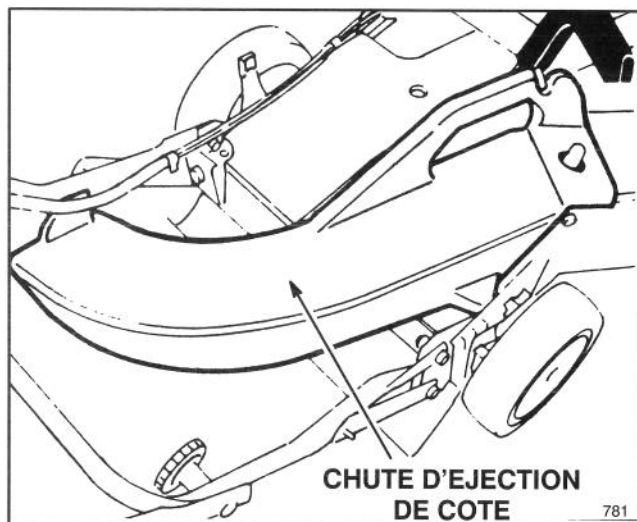

Figure 36
3. Kit d'éjecteur latéral, modèle 59189 – Installez l'éjecteur et la chute d'éjection latérale pour convertir la tondeuse Recycler® II Super Pro® en tondeuse à éjection latérale (Fig. 36). Inclut l'obturateur du canal d'éjection.